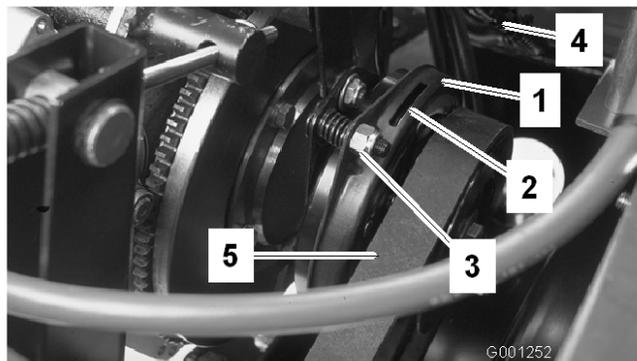

図 64
3. クラッチの電気コネクタを外す (図 64)。
4. クラッチのライニングと摩擦プレートとの間のギャップを 0.4mm のすきまゲージが通れるように調整する (図 64)。調整ナットを右に回すと隙間が小さくなる (図 64)。隙間の最大値は 0.8 mm である。